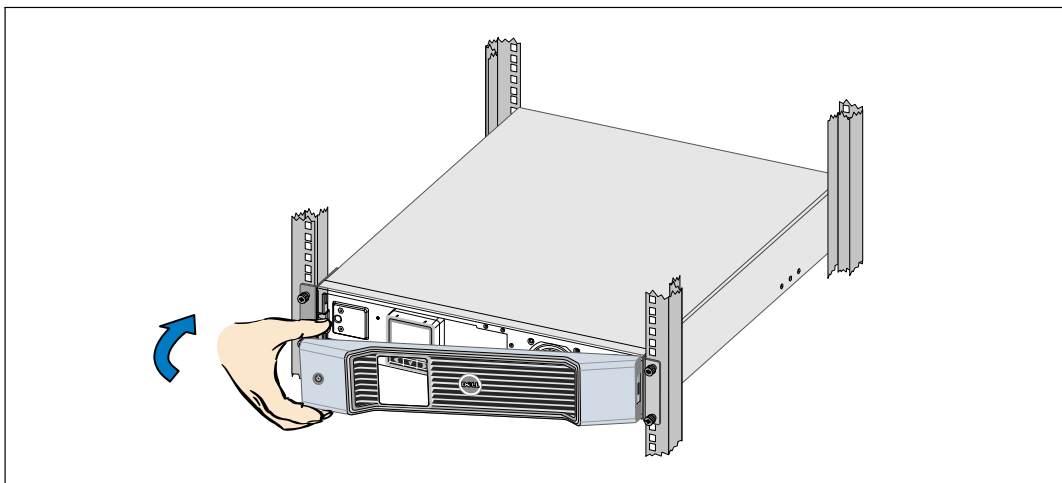

図 37. UPSのフロントカバーの取り外し方法
- 8 UPSのフロントカバーを取り外します (図 37を参照)。